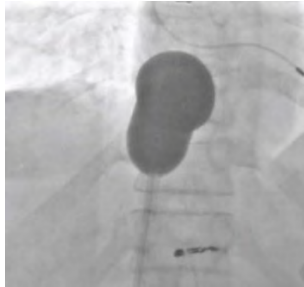

Figura 26
- Com o balão caudal ainda vazio, retraia lentamente o cateter Isofuse® até o balão cefálico estar na junção da aurícula direita com a veia cava inferior. Se necessário, insuflar mais o balão cefálico até à indentação do hiato diafragmático estar visível na margem inferior (o balão vai adquirir o aspeto de uma bolota, ver Figura 26). Não insuflar os balões para além do volume necessário para obter uma vedação adequada. Nunca avance ou retraia o cateter Isofuse® quando ambos os balões estão insuflados. Se encontrar resistência durante a manipulação, determine a causa da resistência antes de prosseguir.